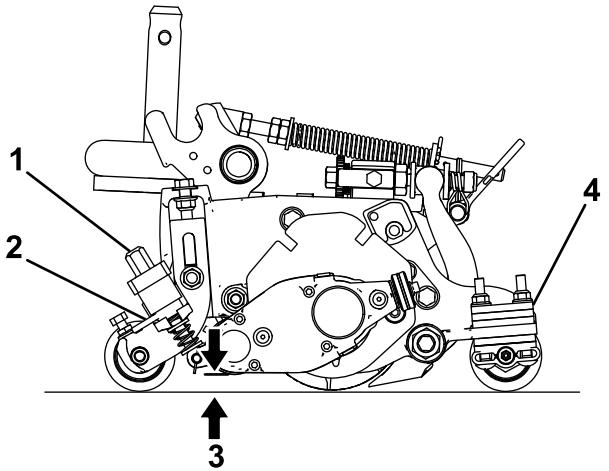

Figura 24
3. Rode as alavancas de libertação rápida (Figura 24) para a posição de ENGATAR (o manípulo aponta para a parte dianteira da unidade de corte).
4. Numa extremidade do cilindro do rastelo, meça a distância que vai da ponta da lâmina mais baixa do dispositivo até à superfície de funcionamento (Figura 24). Rode o manípulo de ajuste da altura (Figura 24) para levantar ou baixar a ponta da lâmina do rastelo, até à altura desejada.